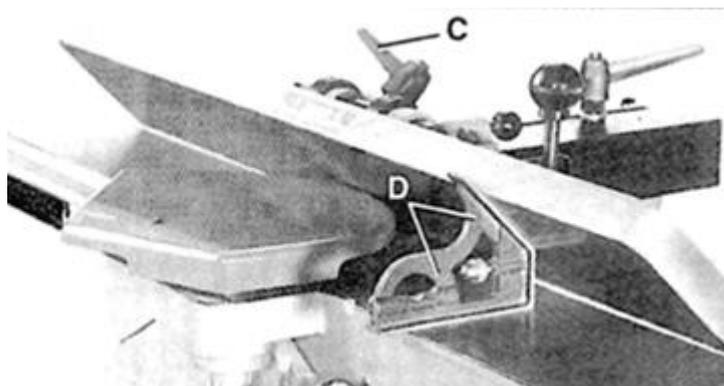

Рис. 41
8. Открутите стопорную рукоятку (С) – Рис. 41, наклоните ограждение внутрь, насколько это возможно. Затем затяните стопорную рукоятку (С).
9. Используя угольник (D) – Рис. 41, проверьте составляет ли внутренний угол установки 45 градусов, как показано на рисунке.